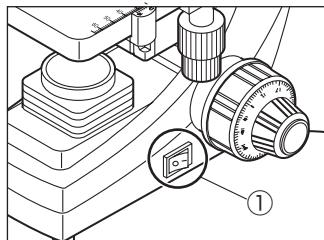

図8
2.2.5 電源コードの接続（図8、9）
- 1 電源コードを接続する前に、スイッチ①がOFFの位置になっていることを確かめてください。
- 2 電源コードのコネクタ②を顕微鏡の背面にあるソケット③に接続します。